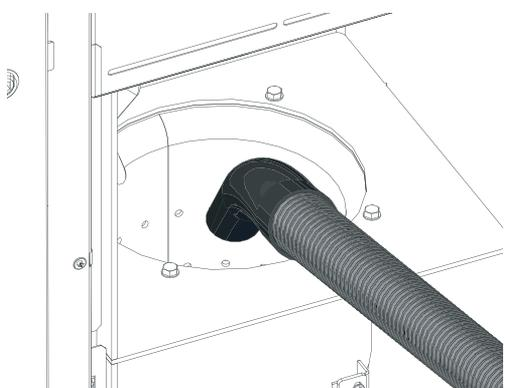

Fig. 56 Aspirer le creuset du brûleur
- ▶ Aspirer le creuset du brûleur – Fig. 56.